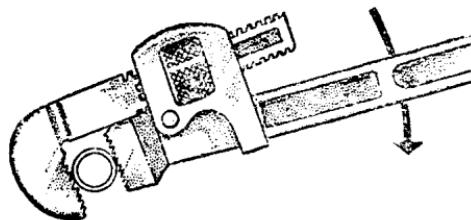

图14 管子扳手的运用
6. 使用管子扳手时，应使扳手口咬紧工作物后，再用力拉动（如图14）；否则会滑脱。